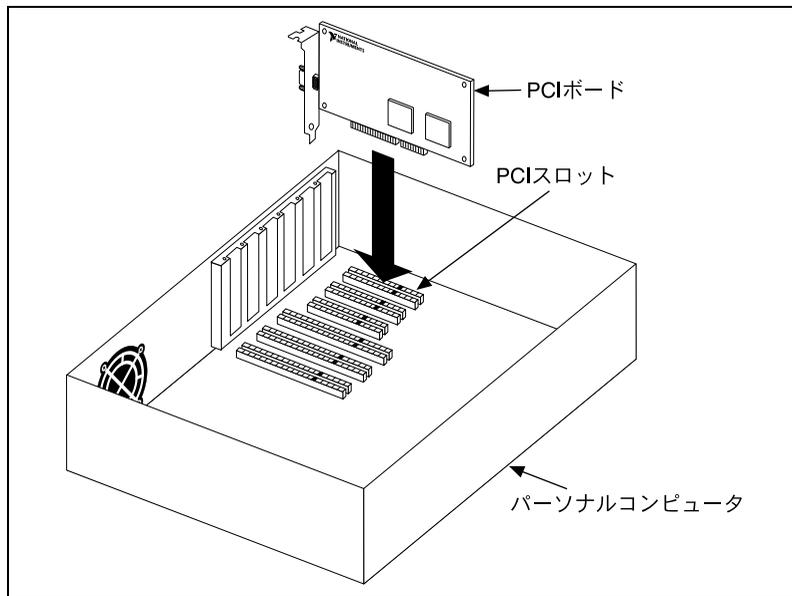

図 16. PCI-GPIB のインストール方法
5. 図 16 に示されているように、GPIB ボードの GPIB コネクタが背面パネルから突き出た状態で、ボードをスロットに差し込みます。きつい場合もありますが、無理にボードを押し込まないでください。